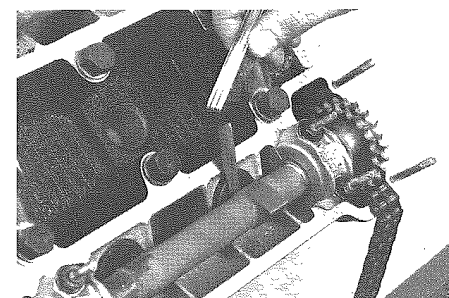

Fig. 2 - Controllo del gioco - Checking play
- Ruotare l'albero (*) in modo che la camma di cui si vuol controllare il gioco presenti il cerchio base verso il bicchierino (**Fig. 2**).
- Inserire lo spessore (**Fig. 2**), verificare il gioco e scriverne il valore su un foglio di carta. Ripetere l'operazione per le altre valvole. Rispettare sul foglio la posizione delle valvole in modo da attribuire ad ognuna il relativo gioco.
- Rotate the crankshaft (*) in order that the cam with the clearance being checked shows the rim base towards the bowl (**Fig. 2**).
- Place the feeler gauge (**Fig. 2**), verify the play and write the value on a piece of paper. Repeat the operation for the other valves. Follow on the paper the position of the valves in order to give to each valve its play.